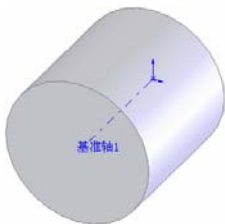

图 6-37 创建基准轴的图形
⑥ 确认添加的基准轴。单击“基准轴”属性管理器中的“确定”图标按钮，将圆柱体临时轴确定为基准轴，结果如图 6-37 所示。